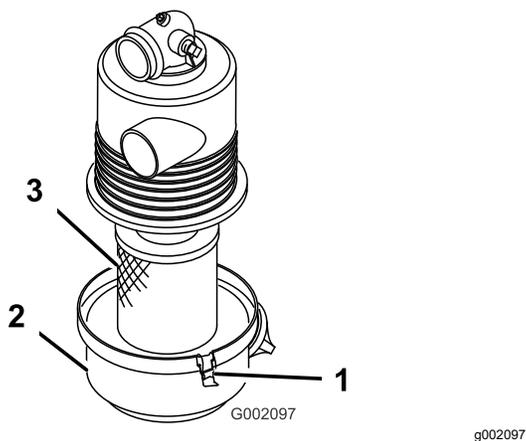

Рисунок 13
1. Проверьте корпус воздухоочистителя на отсутствие повреждений, которые могут вызвать утечку воздуха. Убедитесь, что крышка герметично установлена на корпусе воздухоочистителя (Рисунок 13).
2. Отпустите фиксаторы, крепящие крышку воздушного фильтра на его корпусе (Рисунок 13).
3. Отделите крышку от корпуса и очистите внутреннюю поверхность крышки воздушного фильтра (Рисунок 13).
3. Вставьте элемент в корпус воздушного фильтра (Рисунок 13).
4. Совместите крышку воздухоочистителя с его корпусом (Рисунок 13).
5. Закрепите крышку на корпусе фиксаторами (Рисунок 13).